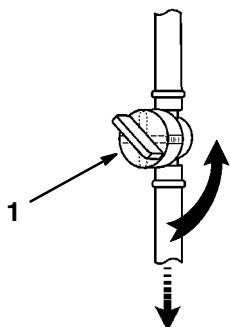

Abbildung 28
- Den Kraftstoffhahn schließen (Abb. 28).